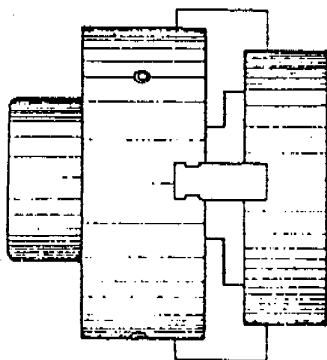

Figura 5
- d. Las piezas de grandes diámetros deben ser sujetas con mordazas invertidas (Figura 5), de modo que éstas queden lo más dentro posible del plato, para permitir un mayor contacto de los dientes con la rosca espiral.